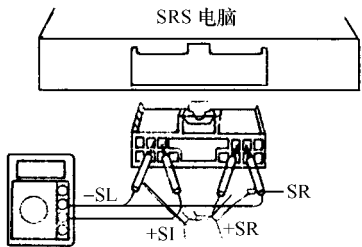

图 7-3 检测前碰撞传感器线路
2)检查前碰撞传感器电路。拔下 SRS 电脑线束插头,先检测线束插头上 + SR 与 - SR 端子、+ SL 与 - SL 端子之间的电阻,如图 7-3 所示,正常阻值应为 $755\Omega \sim 885\Omega$ 。如阻值不正常,说明端子 + SR、- SR、+ SL 或 - SL 至前碰撞传感器之间的线束搭铁或前碰撞传感器电路故障。